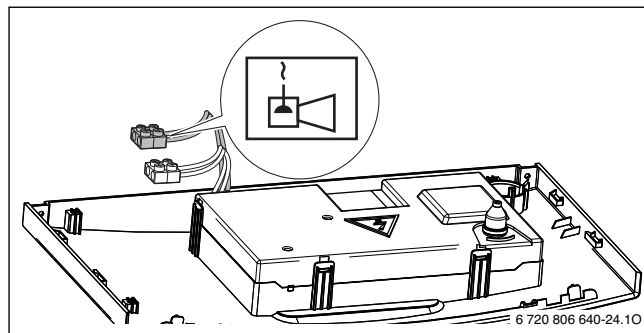

Рис. 17 Подключение сигнализатора тревоги.
- ▶ Подключите контакт сигнала тревоги непосредственно к клеммам (→ рис. 17, стр. 21).